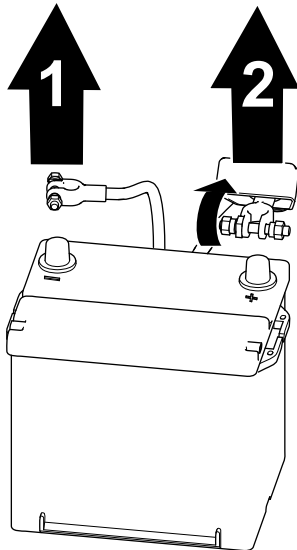

Bild 58
1. Trennen Sie das Minuskabel des Akkus vom Akkupol ab (Bild 58).